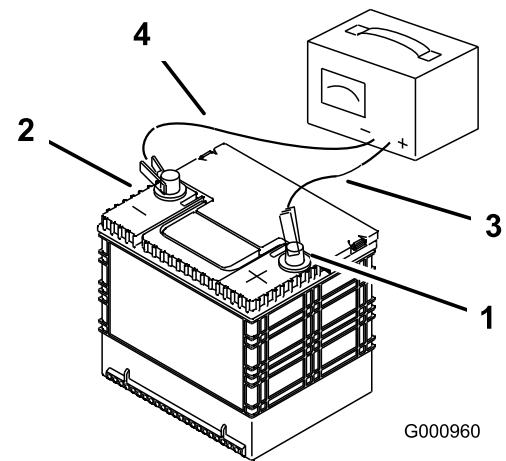

Figure 69
2. Quand la batterie est chargée au maximum, débranchez le chargeur de la prise, puis débranchez les fils du chargeur des bornes de la batterie (Figure 69).